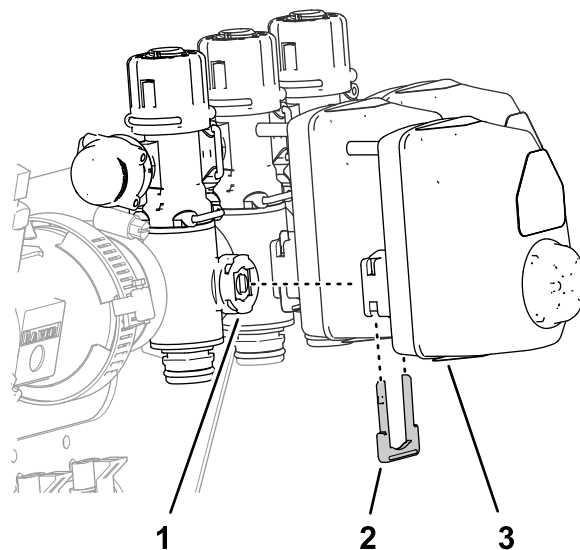

图 64
1. 取下将 3 个阀门致动器固定到左、中、右喷洒段阀上的 3 个卡环图 64。
2. 从左、中、右喷洒段阀卸下阀门致动器图 64。
10. 使用在步骤 1 中卸下的卡环将 3 个阀门致动器组装到左、中及右喷洒段阀图 64 上。